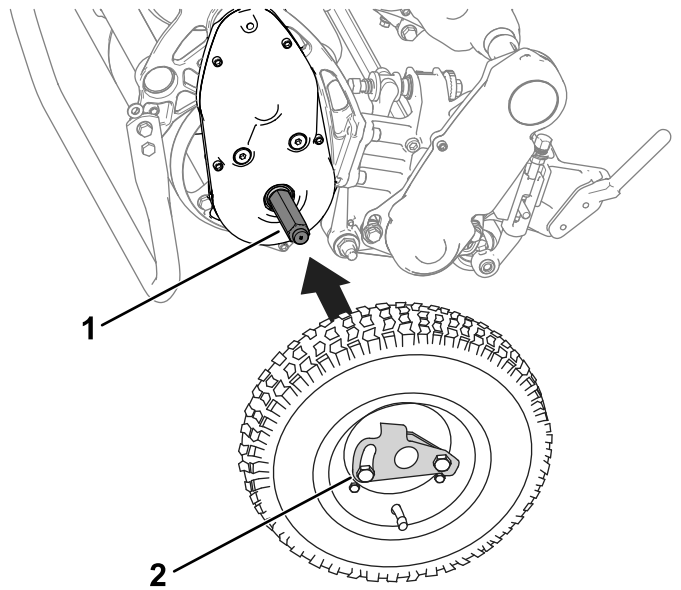

Figura 25
2. Inserite una ruota su un asse (Figura 25).
3. Ruotate la clip bloccaruote (Figura 25) allontanandola dal centro della ruota e lasciandola scorrere più in là sull'asse.